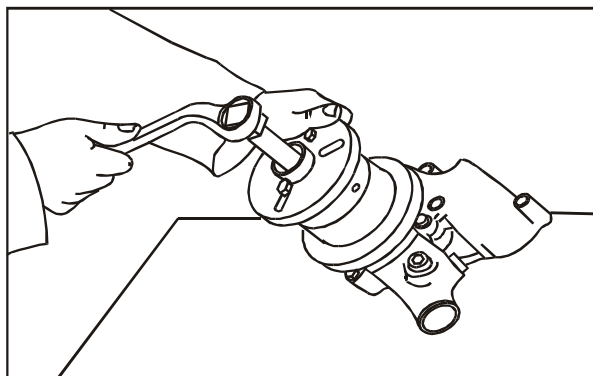

FIG 4
5. Remova a polia com a ferramenta nº 81 30 012, **Fig. 4** e retire a chave.